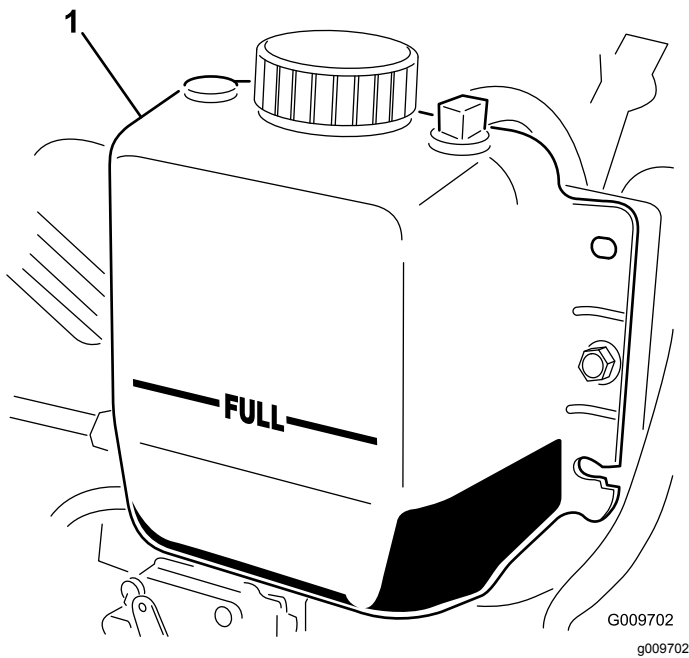

Bild 111
3. Prüfen Sie den Kühlmittelstand im Kühler. Der Kühler sollte bis zur Oberseite des Füllstutzens und das Ausdehnungsgefäß bis zur VOLL-Markierung gefüllt sein (Bild 111).